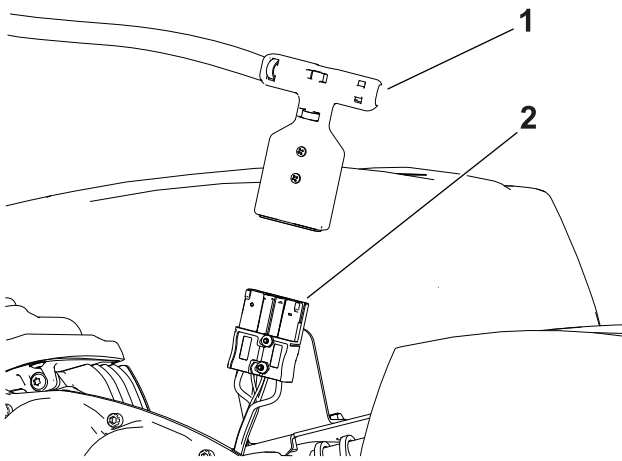

図 20
5. Tハンドルコネクタを主電源コネクタから引き抜いて、バッテリーを切断します (図 20)。